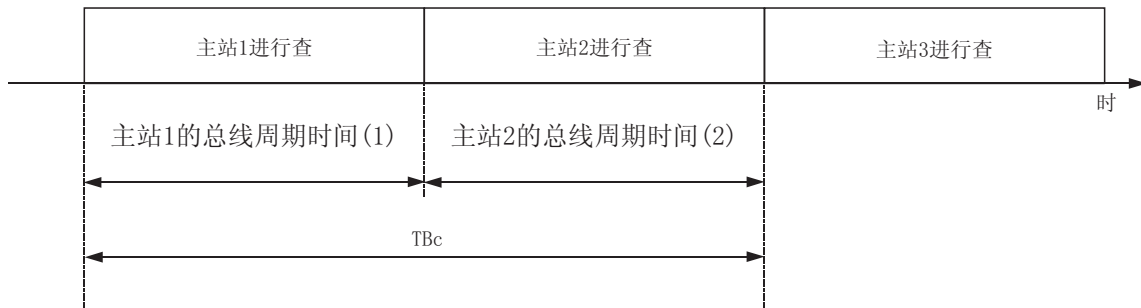

图 6.2 有多个主站时的总线周期时间
以下对多个主站与同一个网络连接时的总线周期时间，进行说明。下图(图 6.2)为 2 个主站与相同网络连接的例子。下图(图 6.2)中的 Bc (1)和 Bc (2)，分别为主站 1 和主站 2 的总线周期时间，其合计时间，使用 6.1 节所记述的公式进行计算。